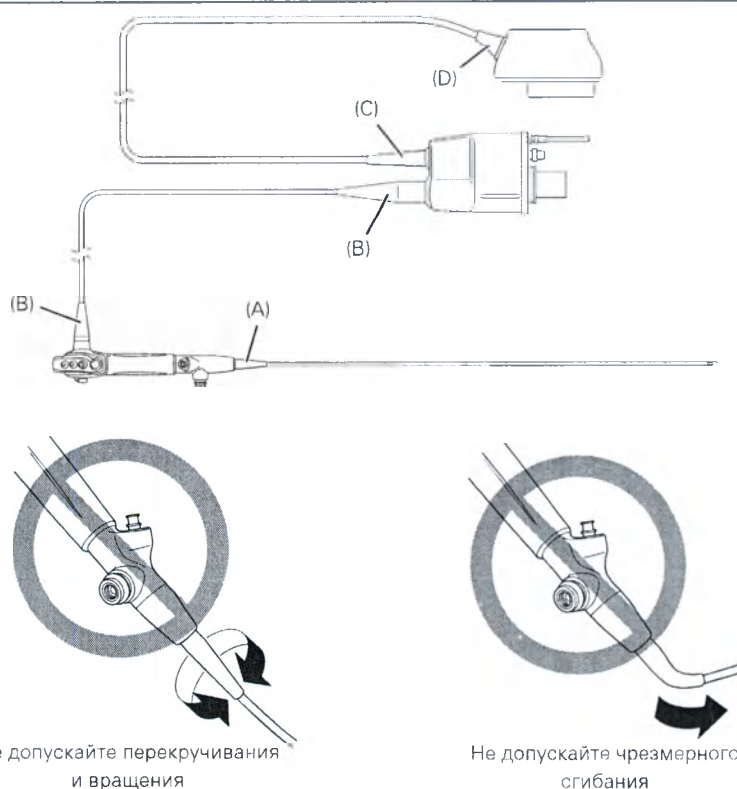

Рис. 3.2
- Во избежание повреждений эндоскопа НЕЛЬЗЯ чрезмерно скручивать, поворачивать и изгибать части компенсаторов механических напряжений [см. (A), (B), (C) и (D) на Рис. 3.2]. Обращайтесь с компенсатором вводимой части (A) с особой осторожностью, так как он тонкий и легко может получить повреждения.